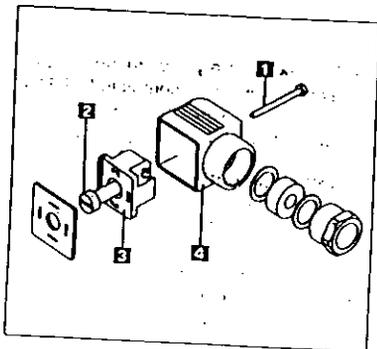
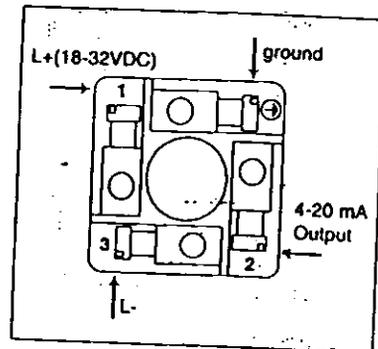

Fig. 3.3 Assemblaggio connettore
Fig. 3.4 Assegnazione dei pin
1. Per aprire il connettore rimuovere le viti 1 e 2 (Fig. 3.3)
2. Rimuovere la parte interna ① dalla parte esterna ②
3. Collegare il trasmettitore secondo l'assegnazione dei pin in Fig. 3.4.